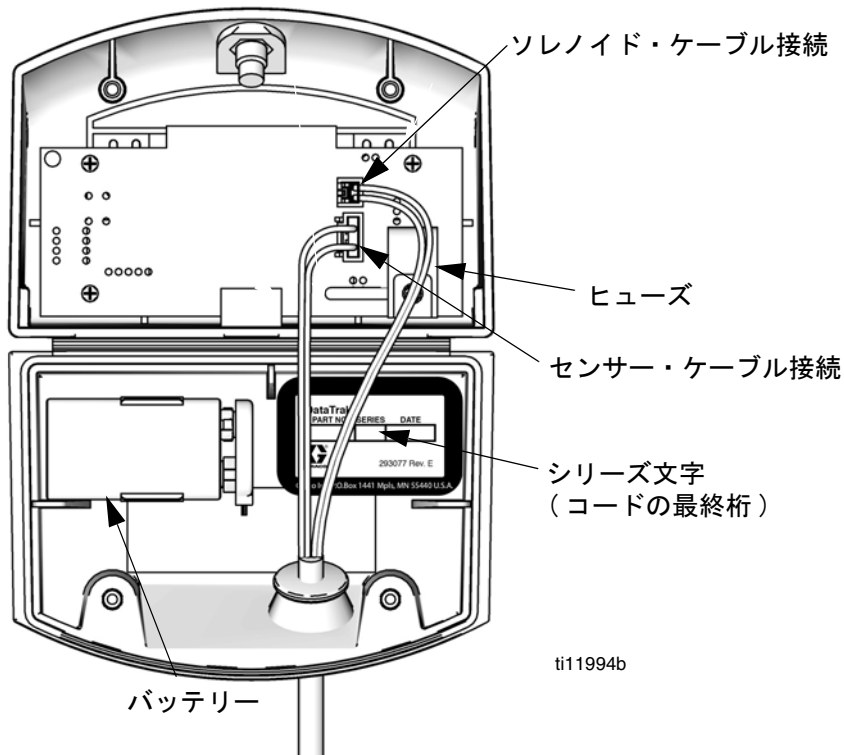

図 . 4. データトラック・バッテリーとヒューズ位置
4. 使用バッテリーを取り外し、認可されたバッテリーと交換します。図 .4 を参照してください。
\* 図 . 4 はシリーズ文字がある場所を示しています。